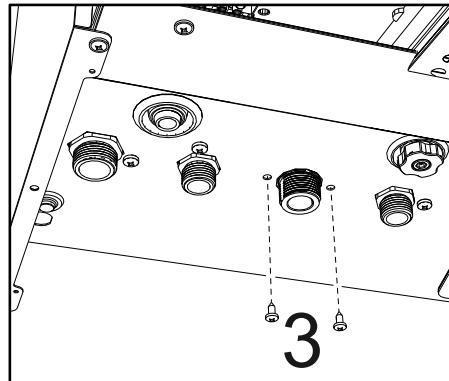

fig. 44
- Svitare le viti "3" (fig. 44).